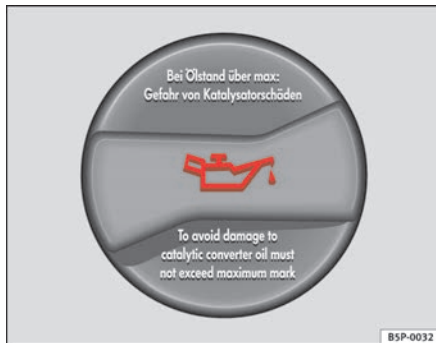

Abb. 142 Deckel der Motoröl-Einfüllöffnung im Motorraum
- Schrauben Sie den Deckel der Motoröl-Einfüllöffnung ab ⇒ Abb. 142.